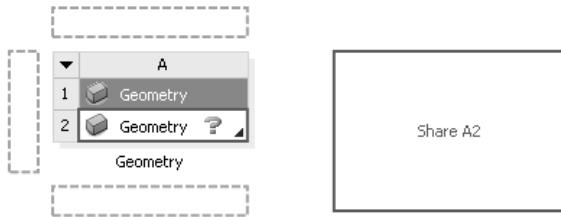
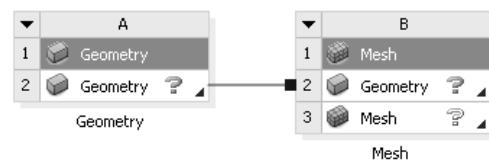

图 1.4.7 放置项目列表
图 1.4.8 创建“Mesh”项目列表
步骤 02 新建“Mesh”项目列表。在 ANSYS Workbench 界面中单击 **Toolbox** 工具箱中 **Component Systems** 区域的 **Mesh** 选项，将其拖曳到项目视图区，此时在项目视图区中的“Geometry”项目列表周围出现四个绿色矩形虚线框，将光标移动到“Geometry”项目列表中的 **Geometry** 上，此时右侧虚线框变成红色实线框（图 1.4.7），松开鼠标左键，在“Geometry”项目列表右侧创建一个“Mesh”项目列表，如图 1.4.8 所示。
- ◆ 如图 1.4.8 所示的项目列表，在“Geometry”项目列表和“Mesh”项目列表中的 **Geometry** 之间的蓝色连线表示这两个项目间共享“Geometry”，即共享几何体。
- ◆ ANSYS Workbench 中的每一个数据都有一个特定的标记，而且在 ANSYS Workbench 很多界面中都会看到。每一个项目列表最上方中间位置用大写英文字母标记，从 A 开始，之后创建的项目列表以此类推；每个项目列表中的数据用阿拉伯数字标记，从 1 开始，这样就很容易区分项目中的数据，以图 1.4.8 所示的项目列表为例：如“A2”表示的是“Geometry”项目列表中的 **Geometry** 数据，“B3”表示的是“Mesh”项目列表中的 **Mesh** 数据，图 1.4.7 中右侧红色实线框中出现“Share A2”表示共享“A2”数据，即共享 **Geometry** 数据，以此类推。